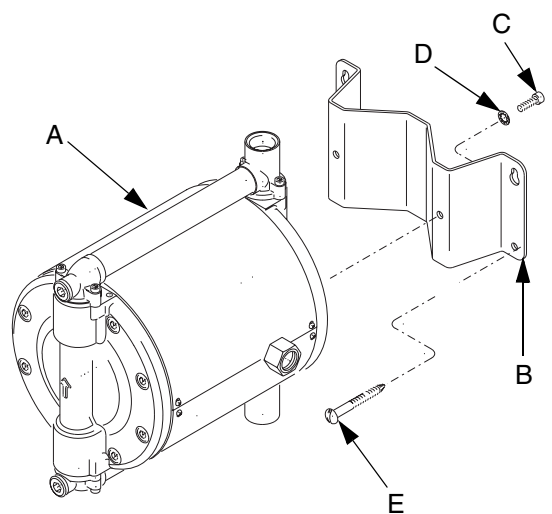

FIG. 1: Väggmonteringssats
1. Väggmonteringssats 245875 finns att beställa. Se FIG. 1.
3. Använd väggfästet (B) som mall och borra 16 mm hål i väggen. Fästhålmönster finns på sidan 29. Montera fästet 1,2 – 1,5 m över golvet.
4. Montera fästet (B) på pumpen (A) med skruvarna (C) och brickorna (D) som finns i satsen.
5. Montera fästet på väggen. Använd tillräckligt långa skruvar (E) så att inte pumpen vibrerar loss under drift. Kontrollera att pumpen sitter rakt.